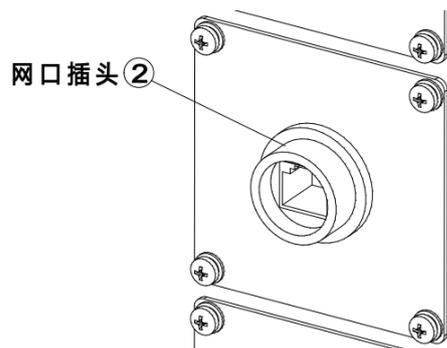

图 16-9 网口插头
步骤2. 把②网口插头（参考图 16-9）安装在网口插头安装板上。